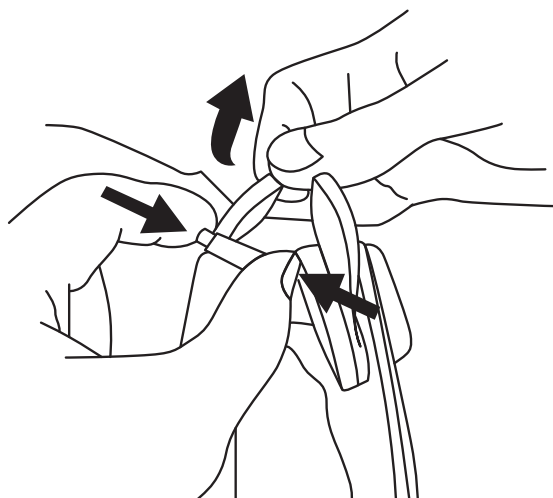

Fig. 7b
- Si la membrane d'étanchéité faciale est lâche ou qu'il y a un espace, utiliser les cordons et pinces de barillet à la hauteur des tempes (Fig. 7b) pour la resserrer afin d'éliminer les espaces; enlever le masque de soudeur pour faciliter cette étape. Le bord en coton doux de la membrane d'étanchéité faciale doit être en contact étroit avec la peau tout le tour du visage (insérer deux doigts entre le visage et la membrane) sans toutefois être inconfortable.